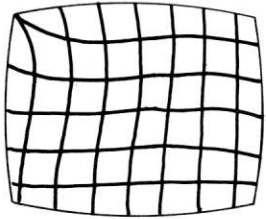

Fig. 18
- 5°) Sans détruire le coussin maximum, cadrer au mieux l'image à l'aide des anneaux de cadrage - ne pas oublier ce qui a été dit en 2 (actions fig. 18, 19, 20).